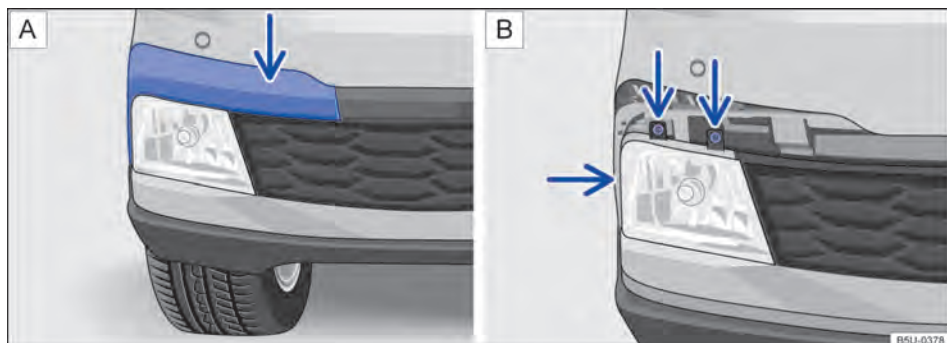

Fig. 183 No para-choque dianteiro: **A** desinstalar a moldura do farol de neblina e **B** retirar os parafusos do farol de neblina.
-  Desencaixar a moldura, cuidadosamente → , primeiramente pelo local indicado pela seta → Fig. 183 **A**. Remover completamente para acessar os parafusos do farol de neblina.
-  Remover os parafusos de fixação indicados pelas setas → Fig. 183 **B**.